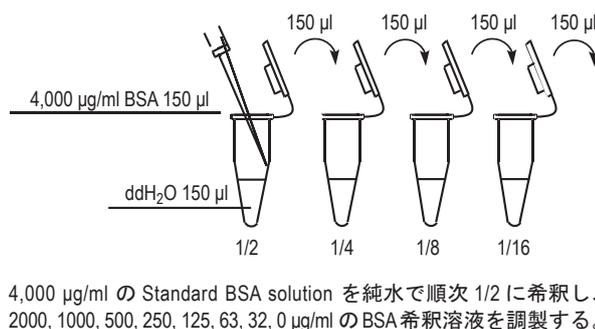

Fig.7 検量線作成用BSA希釈溶液の調製方法
- 1) Standard BSA solution を純水で順次1/2に希釈して0 ~ 2,000 $\mu\text{g/ml}$ のBSA希釈溶液を調製する。(Fig.7)